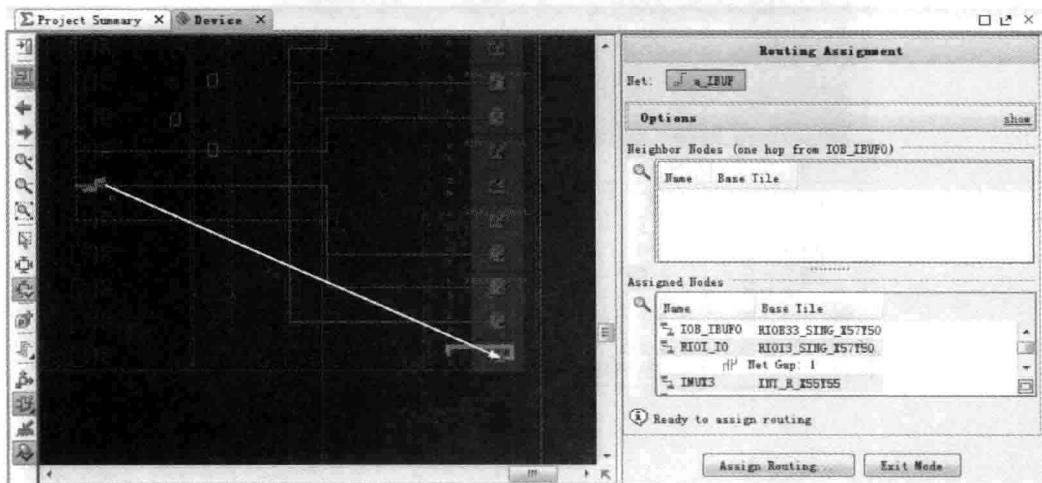

图 8.9 布线分配对话框界面
- (5) 单击 OK 按钮。
- (6) 如图 8.9 所示, 布线分配网络分为两个部分: Assigned Nodes 和 Neighbor Nodes。